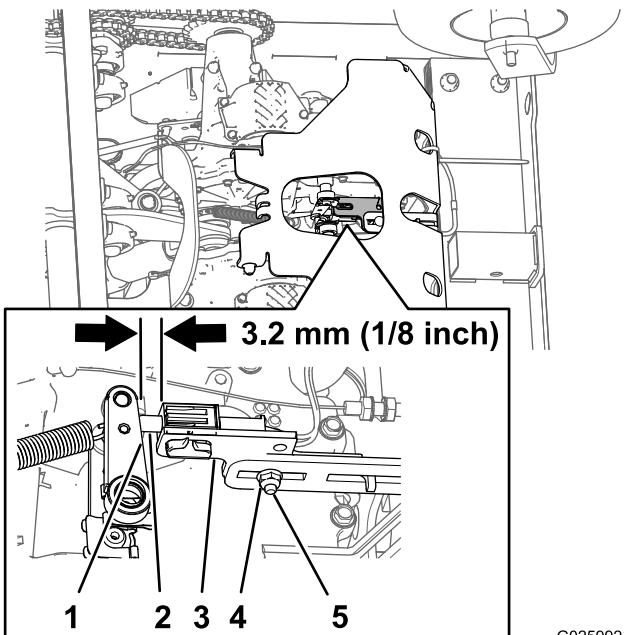

Figure 49
5. Vérifiez la distance entre le support du contacteur du frein de stationnement et le bras de frein de la transmission (Figure 49).
- A. Desserrez le contre-écrou et le boulon de carrosserie qui fixent le support du contacteur de frein de stationnement (Figure 49).
- B. Ajustez la position support du contacteur de frein jusqu'à ce que le support et le bras de frein soient espacés de 3,2 mm (1/8 po) (Figure 49).
- C. Resserrez le contre-écrou et le boulon de carrosserie (Figure 49) qui fixent le support du contacteur de frein à un couple de 1 017 à 1 243 N·cm (90 à 110 lb·po).